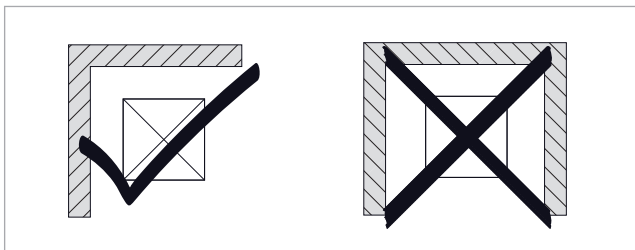

Fig. 3: Condiciones de instalación cerca de muros
- No instalar la bomba de calor en estructuras cerradas de tres lados, véase la → *fig. 3*